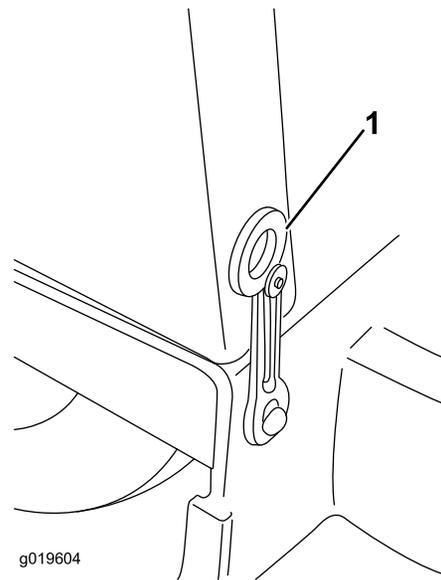

Figure 15
2. Décrochez les attaches du capot (Figure 15) et déposez le capot.